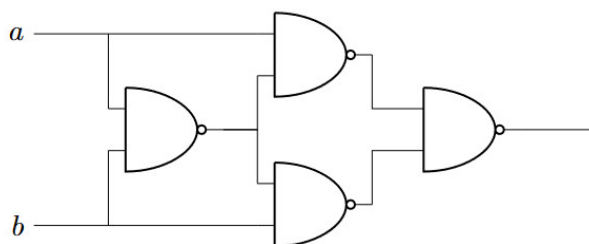

FIGURE 3 – Réalisation de l'opérateur XOR à l'aide de portes NAND
3. Réaliser expérimentalement le montage de la figure 3